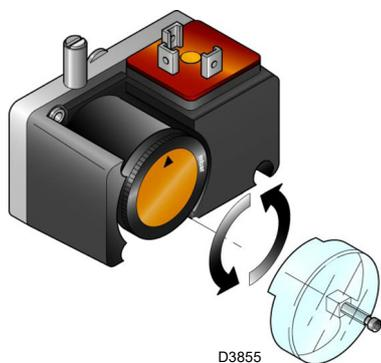

Abb. 35
- Regeln Sie den Minimal-Gasdruckwächter (Abb. 35 auf Seite 33) auf den Skalenanfang.
Regeln Sie den Druckwächter zur Kontrolle der Dichtheit (Kit PVP) (Abb. 35), wenn vorhanden, gemäß den dem Kit beiliegenden Anweisungen.